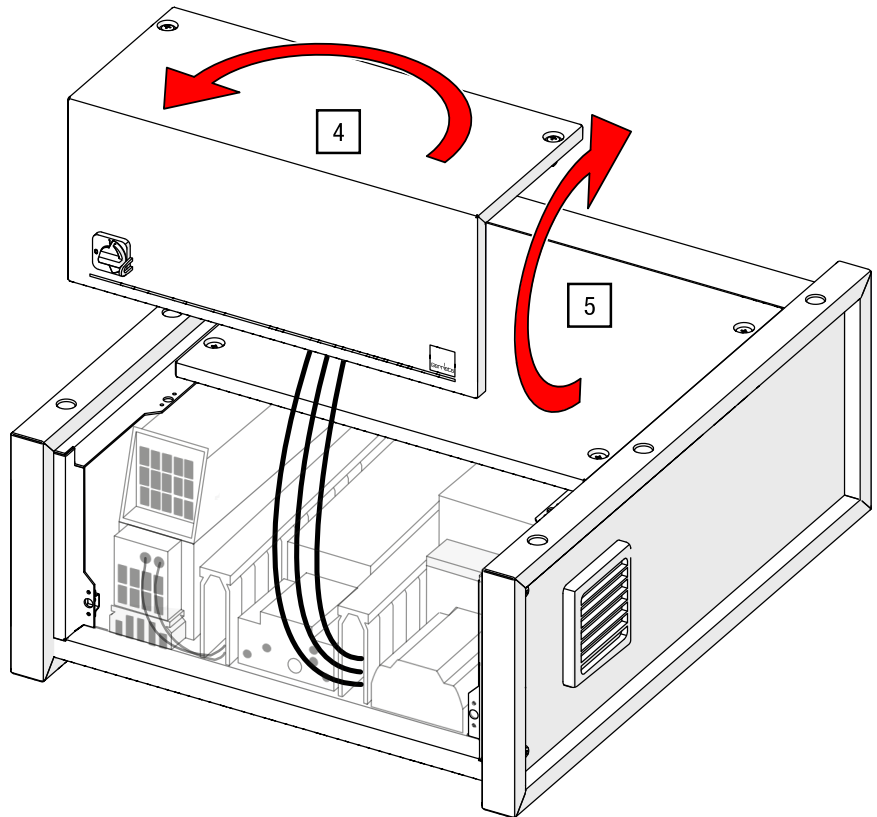
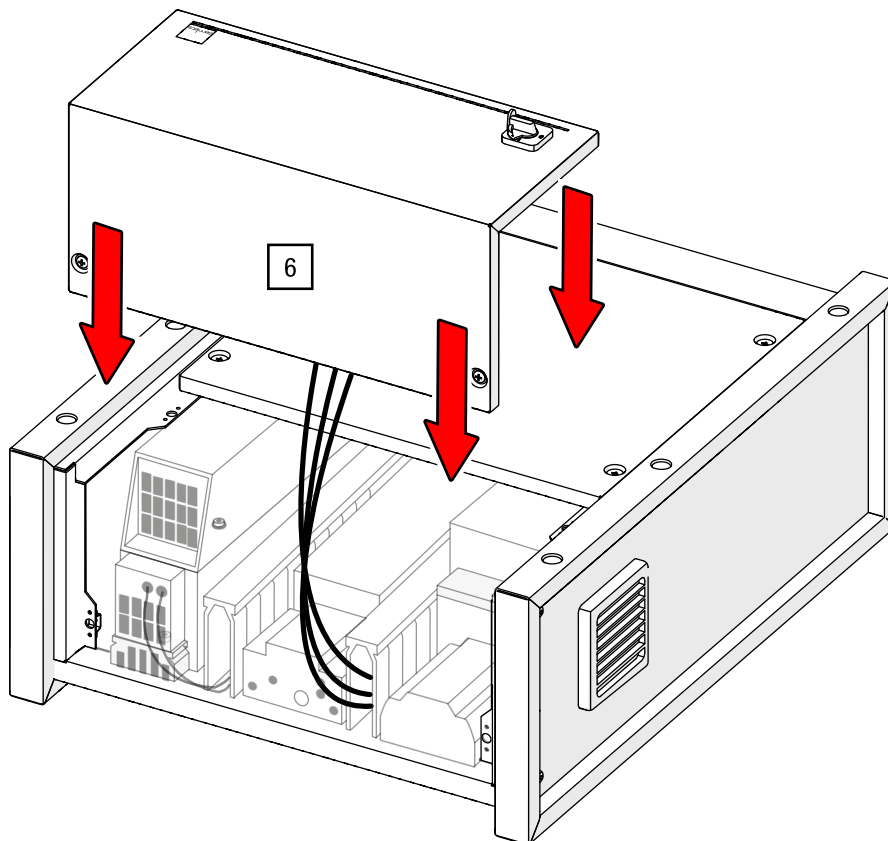

Abb. 17: Gelöstes Steuerungsterminal drehen (Steuerungsmodell kann abweichen)
Abb. 18: Terminal einsetzen (Steuerungsmodell kann abweichen)
Gelöstes Bedienfeld positionieren 4. u. 5. Drehen Sie das Bedienfeld um 180° und kippen es anschließend um 90°, sodass es der Orientierung aus Abb. 18 entspricht (siehe Abb. 17).
6. Setzen Sie das Bedienfeld wieder auf das Steuerungsgehäuse (siehe Abb. 18).